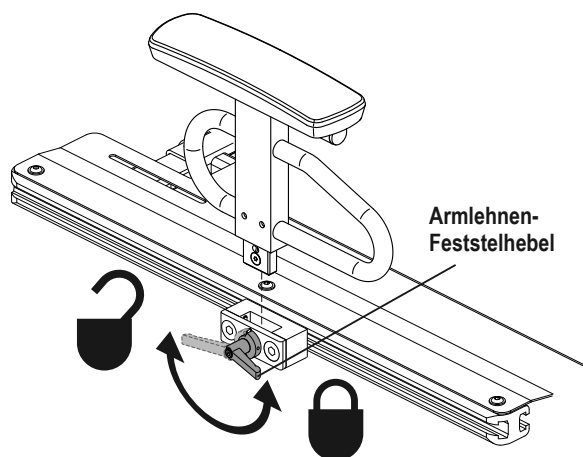
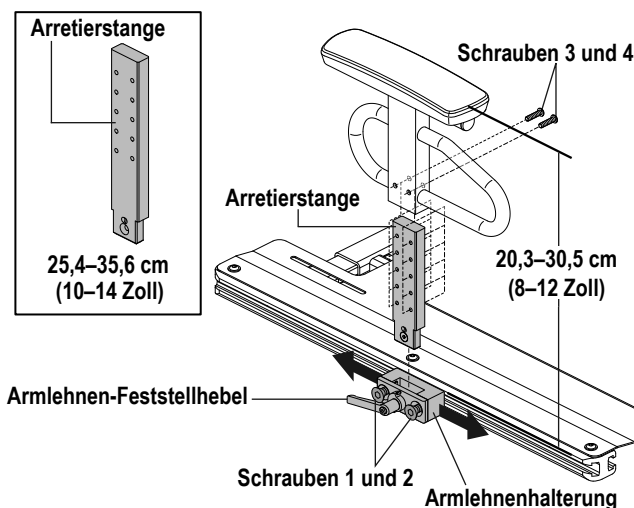

Abbildung 11. Entfernen/Anbringen der robusten Steckarmlehnen
Abbildung 12. Einstellung der Position und Höhe der robusten Steckarmlehnen
Die robusten Steckarmlehnen können abgenommen werden, um das Ein- und Aussteigen aus dem Rollstuhl zu erleichtern. **Siehe Abbildung 11.** Die Höhe und Position der Armlehnen kann eingestellt werden. **Siehe Abbildung 12.**
1. Drehen Sie den Armlehnen-Feststellhebel nach hinten. **Siehe Abbildung 11.**
1. Führen Sie die Armlehnenbaugruppe in die Armlehnenhalterung ein. **Siehe Abbildung 11.**
1. Drehen Sie den Armlehnen-Feststellhebel nach hinten und entnehmen die Armlehne aus der Armlehnenhalterung. **Siehe Abbildung 11.**
2. Lösen Sie die Schrauben 1 und 2. **Siehe Abbildung 12.**
5. Installieren Sie die Armlehne in der Armlehnenhalterung und drehen den Armlehnen-Feststellhebel nach vorne. **Siehe Abbildung 12.**
1. Entfernen Sie die Schrauben 3 und 4. **Siehe Abbildung 12.**
3. Bringen Sie die Schrauben 3 und 4 wieder an. **Siehe Abbildung 12.**